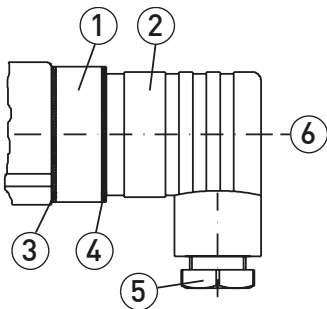
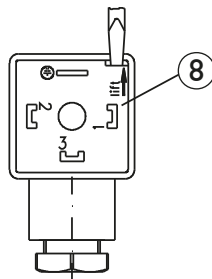

Fig. 1
Fig. 2
- Veillez aussi à ce que tous les joints ③, ④ and ⑨ du raccord électrique soient correctement positionnés.
- ↪ Desserrez la vis centrale ⑥ M3x35 et tirez la boîte de raccordement ② du raccord électrique ① (→ Fig. 1).
- ↪ Tirez la vis centrale ⑥ de la boîte de raccordement ②.
- ↪ Ouvrez l'intérieur ⑧ de la boîte de raccordement avec un tournevis ou un outil similaire. (→ Fig. 2).